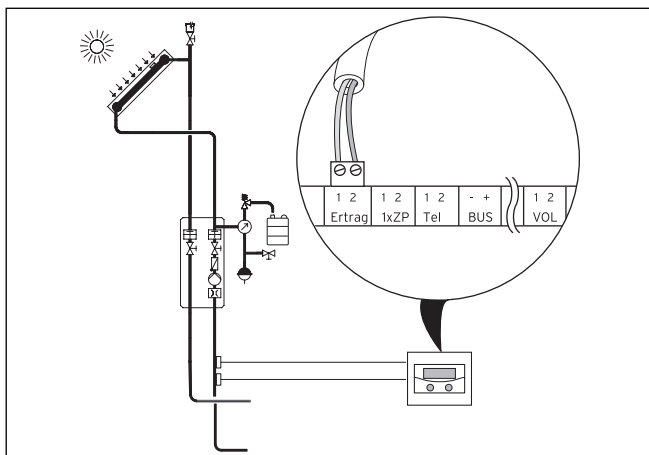

Abb. 4.31 Rücklauffühler anschließen
- Verdrahten Sie den Rücklauffühler und das Volumenstrommessteil im Solarkreis (Standardfühler VR 10 als Zubehör) entsprechend der Abb. 4.31.